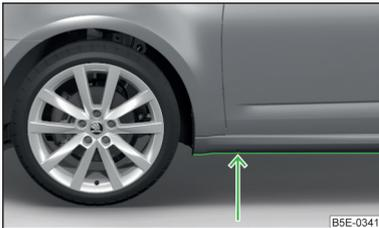

Abb. 237
- Daher vor einer Wasserdurchfahrt die Wassertiefe feststellen. Der Wasserstand darf maximal an die Unterkante des Unterholms reichen » Abb. 237.